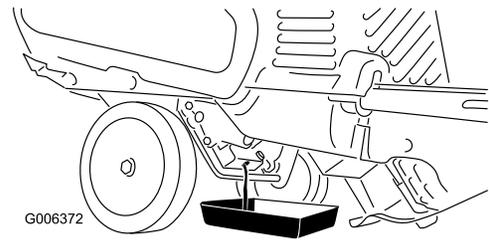

Figure 23
3. Placez un bac de vidange sous le bouchon de vidange et retirez le bouchon; basculez la machine en arrière et vidangez l'huile usagée dans le bac de vidange (Figure 23).